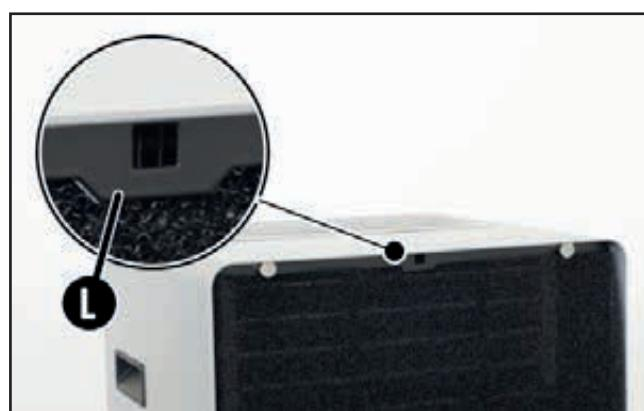

Fig.7 – Positionnement du filtre à air sur la grille avant.
Posez le filtre sur le support inox et fixer la partie supérieure de l'ailette (L) centrale de la grille arrière (Fig.7) : puis fermez la porte.